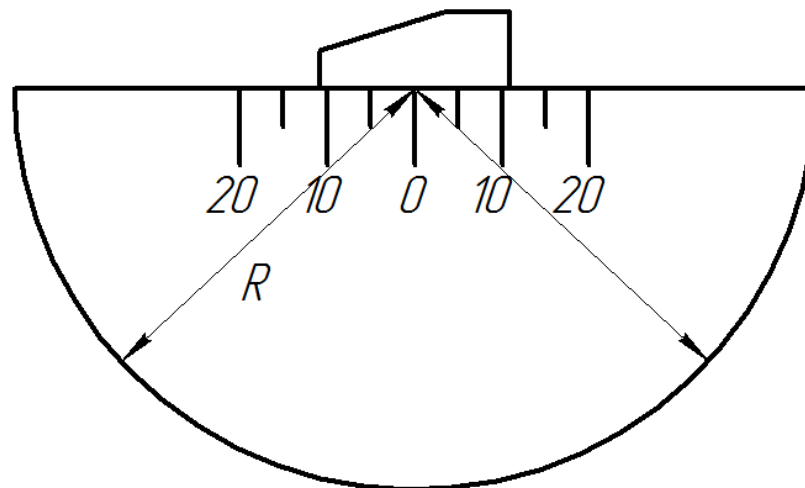

Рисунок 2.60 – Установка преобразователя на образец СО-3
1. Установить преобразователь, через слой контактной жидкости, на образец СО-3 так, чтобы точка выхода луча УЗК совпала с нулевой отметкой образца (рис. 2.60).